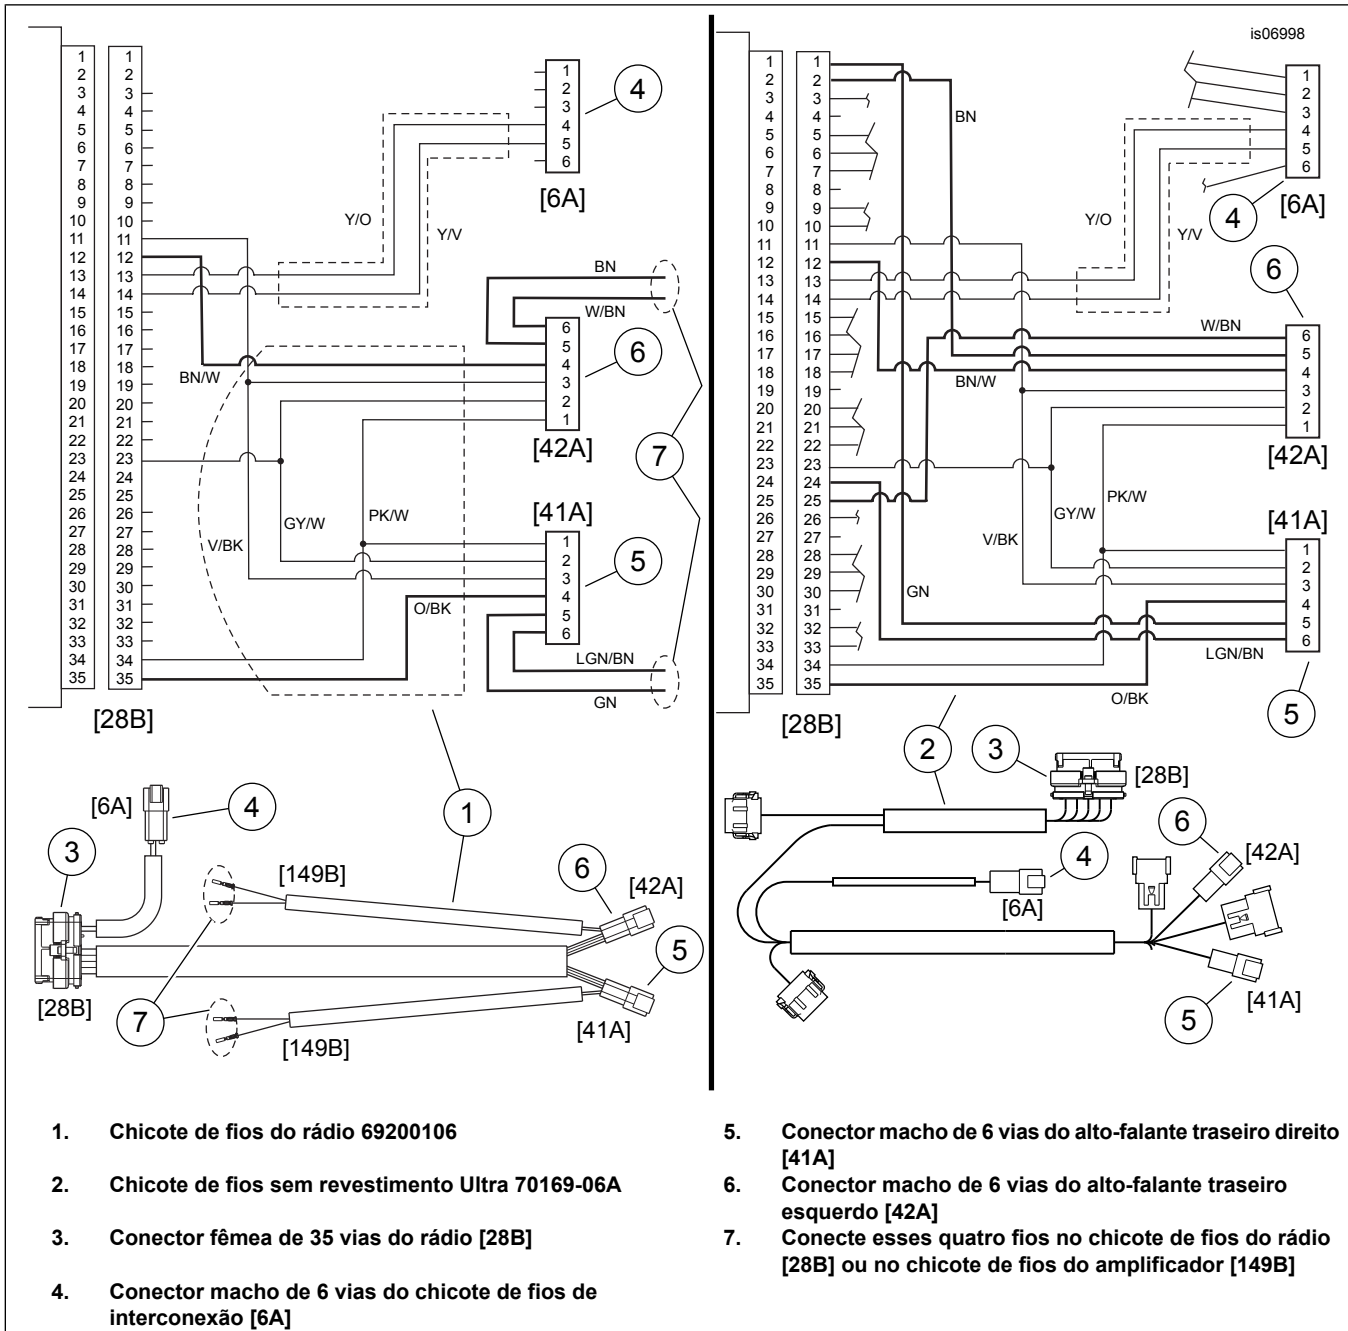

Figura 5. Chicote de fios do rádio/diagrama da fiação do chicote de fios sem revestimento Ultra
5. Veja Figura 5. Se ainda não tiver feito isso, conecte o conector fêmea de 35 vias [28B] (3) do chicote de fios do rádio (1) ou chicote de fios sem revestimento Ultra (2) na traseira do rádio. Conecte o conector macho de 6 vias [6A] no chicote de fios de interconexão do veículo (4). Afixe com as abraçadeiras.